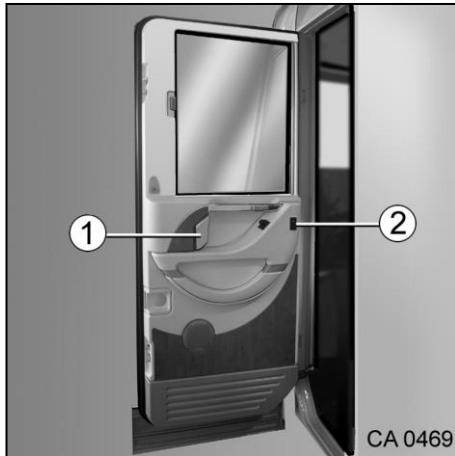

Fig. 48 Intérieur de la portière de cabine
1. Tirer sur la poignée (Fig. 48/1). Le verrou de la portière est automatiquement déverrouillé.
1. Actionner le bouton-poussoir (Fig. 48/2). La fenêtre s'ouvre/se ferme automatiquement.